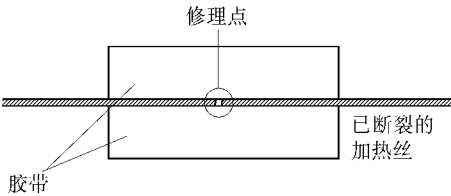

图 18-160 沿着要修理的加热丝的两侧贴上胶带
1) 清洁加热丝的断裂处，去除润滑脂、腊和硅油，沿着要修理的加热丝的两侧贴上胶带。如图 18-160 所示。